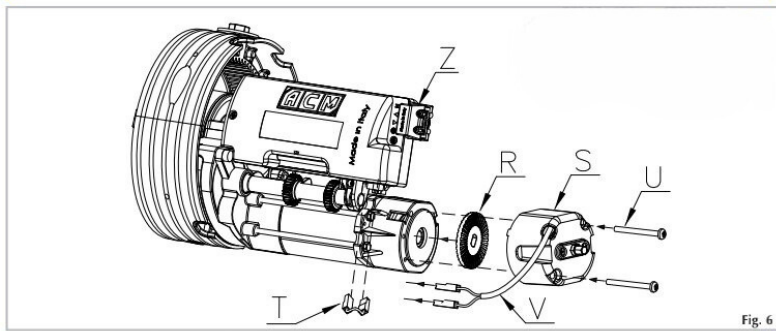

Fig. 6
- 1) Insérez le frein (R) à l'arrière du moteur électrique comme indiqué en fig. 6.
- 2) Fixer l'électrofrein (S) au moteur avec les vises M5x50 (U).
- 3) Enlever le pont (T) de fin de course. Ne pas endommager le pont en tirant sur le fil et le conserver pour une utilisation future.
- 4) Connecter les câbles électriques (V) du frein à la borne de fin de course.